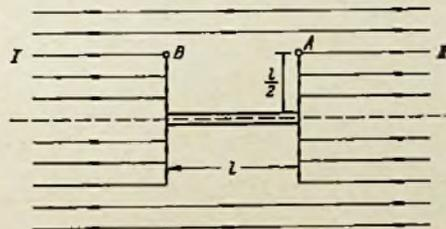

Bild 1. Idealtistierter Kraftlinienverlauf in der Nähe eines Ferritstabes
4. Der Eisenstab soll nach Bild 1 in Richtung der Kraftlinien liegen.
Stellt man dann zur Regel auf, daß nur jene Kraftlinien in den Eisenstab eintreten können, deren Weg dadurch gegenüber dem ursprünglichen Verlauf verkürzt oder höchsten gleich lang erscheint, so erhalten wir eine Feldverteilung nach Bild 1.